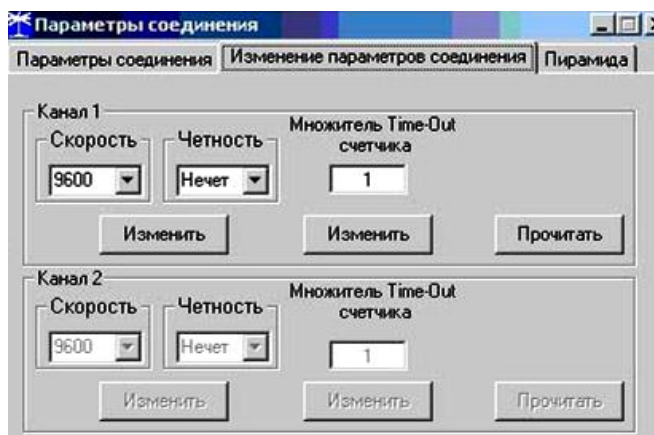

Рисунок 3 – Форма «Параметры соединения», вкладка «Изменение параметров соединения»
- открыть вкладку «Изменение параметров соединения» формы «Параметры соединения» (рисунок 3);
4.2 Скорость обмена по каналу RS-485 может быть изменена через оптический интерфейс, посредством вкладки «Изменение параметров соединения» формы «Параметры соединения» (рисунок 3). Что бы элементы вкладки были активны, на поле формы «Параметры соединения» должна быть нажата кнопка «Оптопорт» и установлена связь со счетчиком через оптопорт.